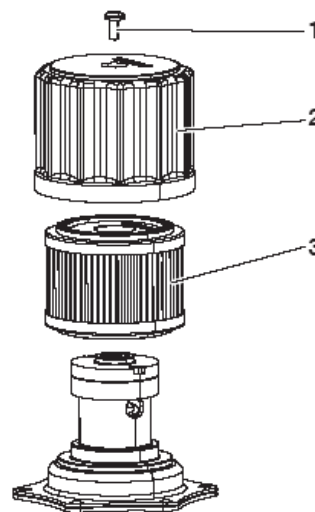

Рис. 78
2. Слегка приподнять крышку сапуна (2, рис. 78), чтобы сбросить внутреннее давление.
3. Вывинтить болт (1, рис. 78) и снять крышку сапуна (2, рис. 78).
4. Заменить картридж фильтра (3, рис. 78) и установить крышку сапуна, затянув болт.